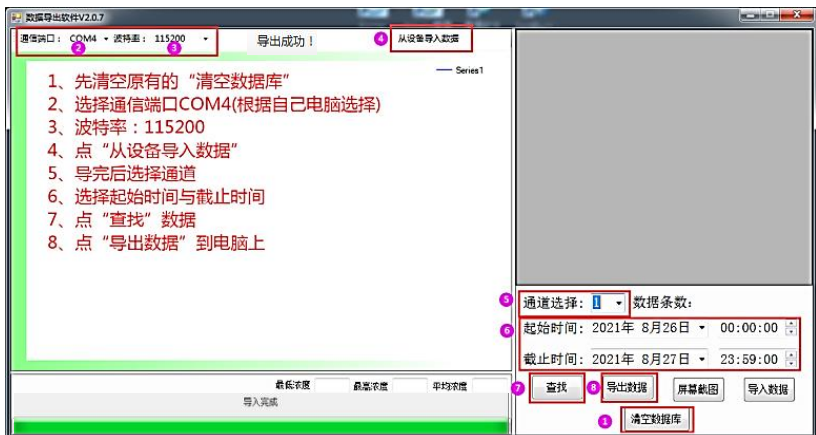
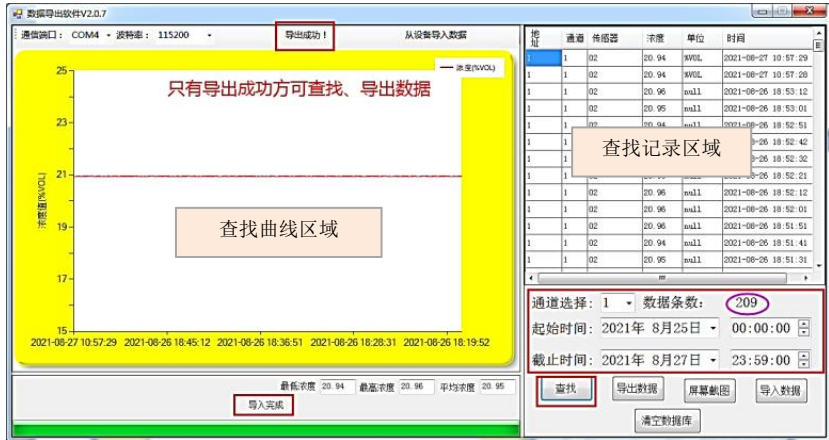

图 51
图 52
- 8.4、导入/查数据：打开  数据导出软件，按下图 51 步骤操作导出数据，导完查找结果如下图 52；